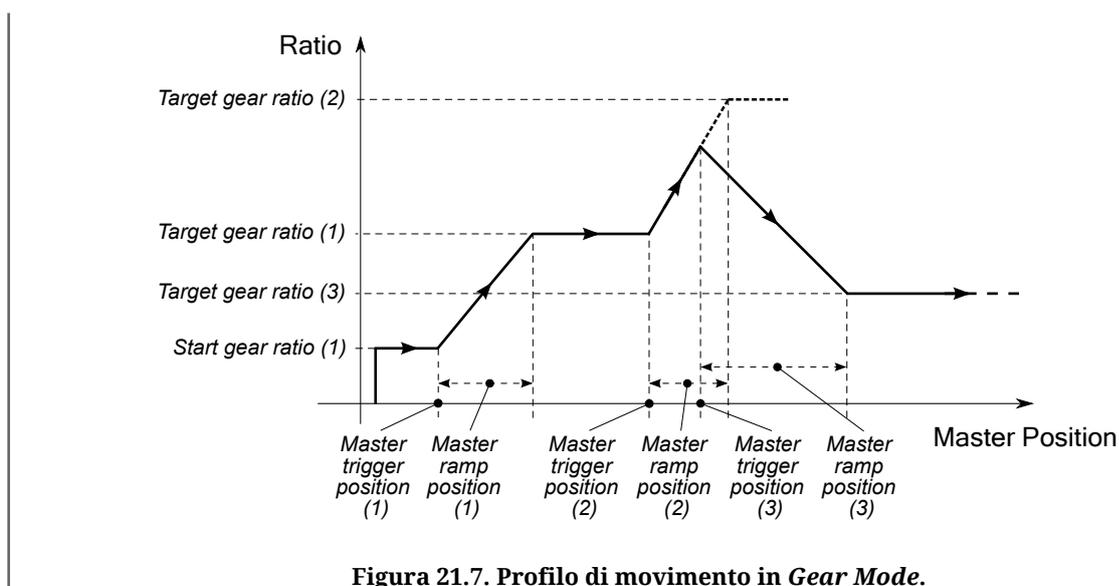

Figura 21.7. Profilo di movimento in *Gear Mode*.
Il *Gear Mode* (albero elettrico) viene utilizzato per muovere in posizione l'asse del drive secondo un rapporto di inseguimento fra l'asse del drive stesso (asse slave) e l'asse master. Se durante il movimento viene variato il rapporto di inseguimento, il drive esegue una rampa di accelerazione per raccordare linearmente il rapporto di inseguimento attuale con quello impostato. In *Figura 21.7* viene illustrato un esempio di come il rapporto di inseguimento può essere cambiato dall'utente.
Nell'esempio di *Figura 21.7*, quando la posizione dell'asse master supera la *GearMasterTriggerPosition* impostata (*Master trigger position (1)*), il drive esegue una rampa di adeguamento per raggiungere il nuovo rapporto di inseguimento *TargetGearRatio* (*Target gear ratio (1)*) in uno spazio master di adeguamento pari a *GearMasterRampPosition* (*Master ramp position (1)*). Successivamente si può cambiare nuovamente il rapporto di inseguimento aggiornando i parametri (caso 2: *Master trigger position (2)*, *Target gear ratio (2)* e *Master ramp position (2)*) e avviando una nuova procedura di adeguamento. Come si può osservare dalla figura, si possono cambiare tutti i parametri e avviare una nuova procedura di adeguamento anche durante un adeguamento già in corso (caso 3: *Master trigger position (3)*, *Target gear ratio (3)* e *Master ramp position (3)*).